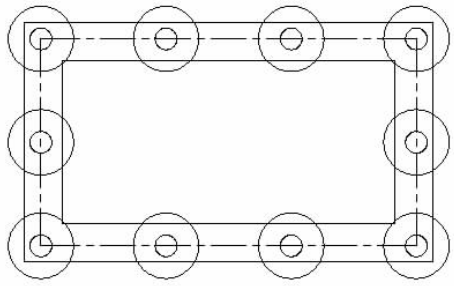

图 3-6 复制同心圆
(3)利用带基点复制把同心圆复制到指定的节点上,并利用镜像命令绘制如图 3-6 所示的图形。